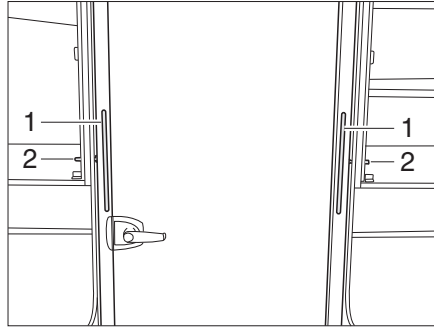
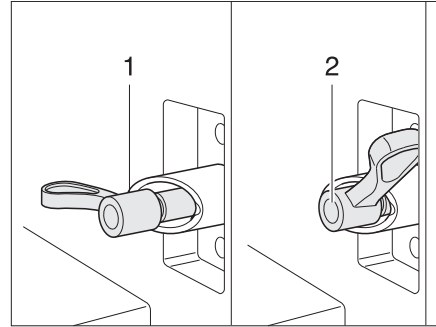

Fig. 269 Cuarto de aseo, introducido
Fig. 270 Bloqueo del cuarto de aseo
- Abrir las puertas del armario ropero de ambos lados del cuarto de aseo (Fig. 269).
- De ambos lados, girar el pestillo con muelle (Fig. 269,2) media vuelta. El ala de la palanca de bloqueo deberá encontrarse en la posición más alta del casquillo achaflando (Fig. 270,1).
- Extraer el cuarto de aseo tirando de los tiradores (Fig. 269,1) hasta el tope sin ladearlo.
- Girar el pestillo con muelle de cada lado media vuelta de regreso y dejar que engatille (Fig. 270,2).
- Introducir el cuarto de aseo tirando de los tiradores (Fig. 269,1) hasta el tope sin ladearlo.